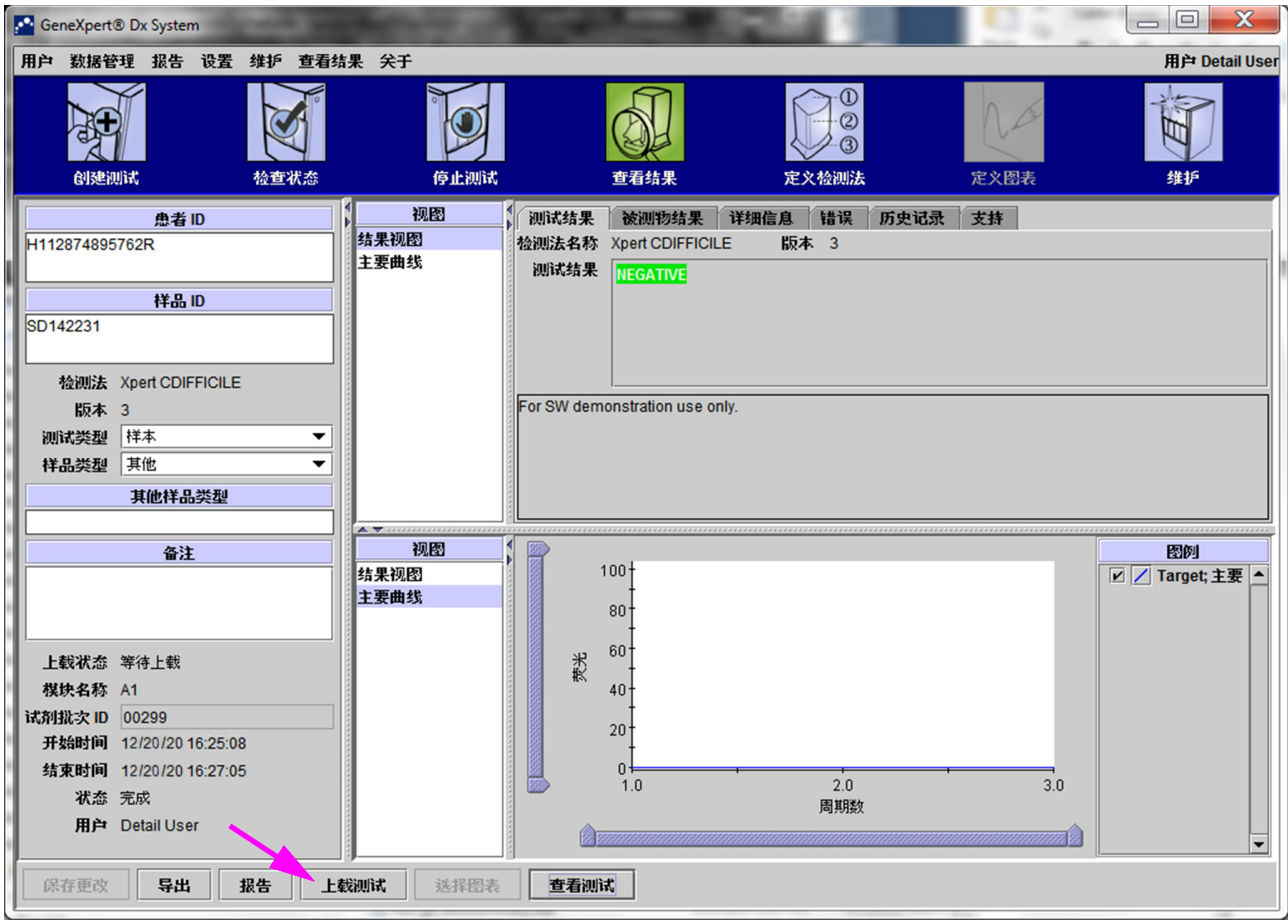
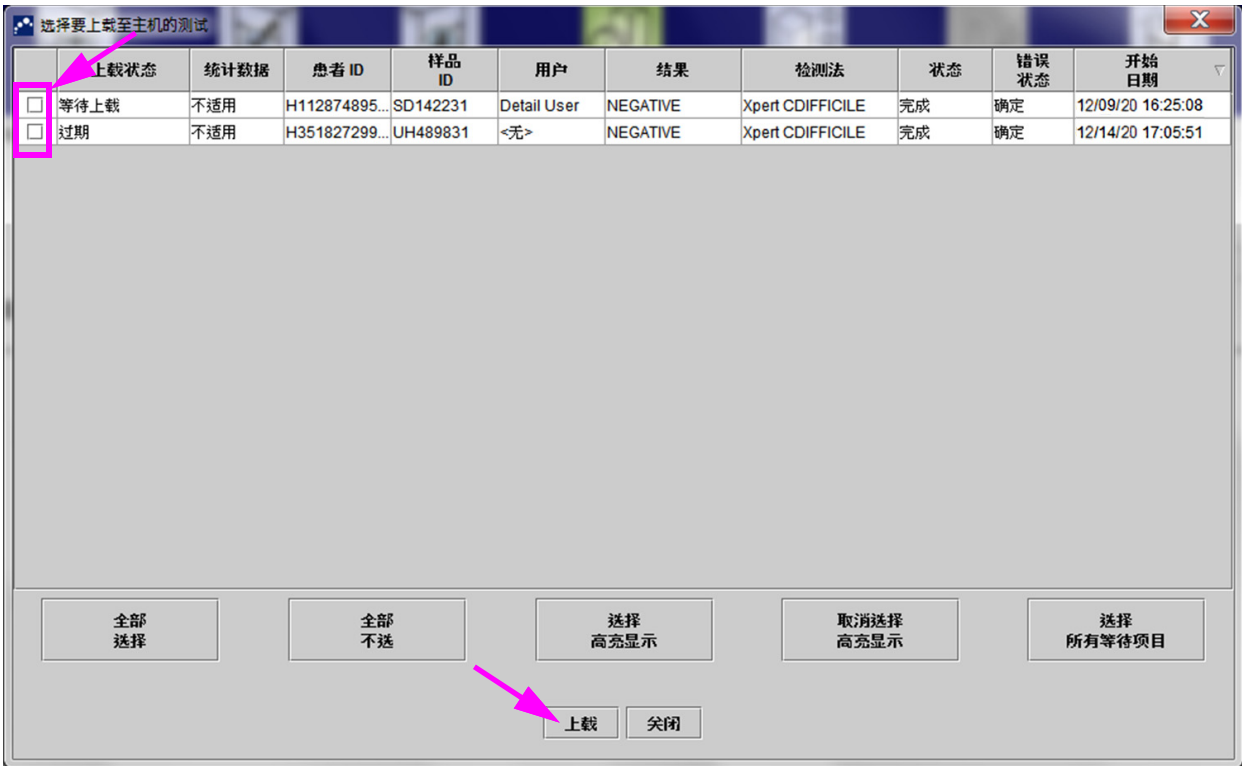

图 5-99. 在“查看结果”窗口的“测试信息”区域内显示的主机上载状态
图 5-100. “选择要上载至主机的测试”窗口
2. 单击**确定**。上传状态在“查看结果”窗口的“测试信息”区域内显示。测试完成后，结果自动上传。“上传状态”在“查看结果”窗口的“测试信息”区域内显示。参见图 5-99。
2. 在“查看结果”窗口中单击**上载测试**（参见图 5-99）。此时会出现“选择要上载至主机的测试”窗口，其中显示完成的测试。参见图 5-100。